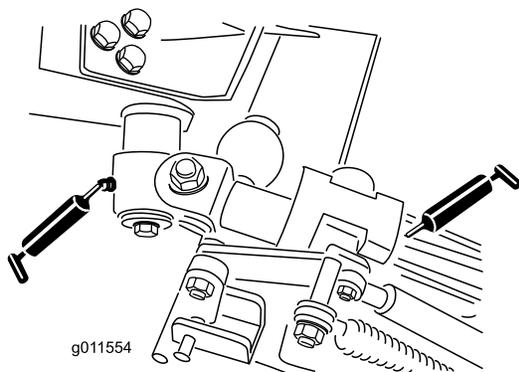

Рисунок 72
- Втулки осей поворота коленчатых рычагов (2 шт.) (Рисунок 72)
- Втулки подъемных рычагов (4 шт.) (Рисунок 72)